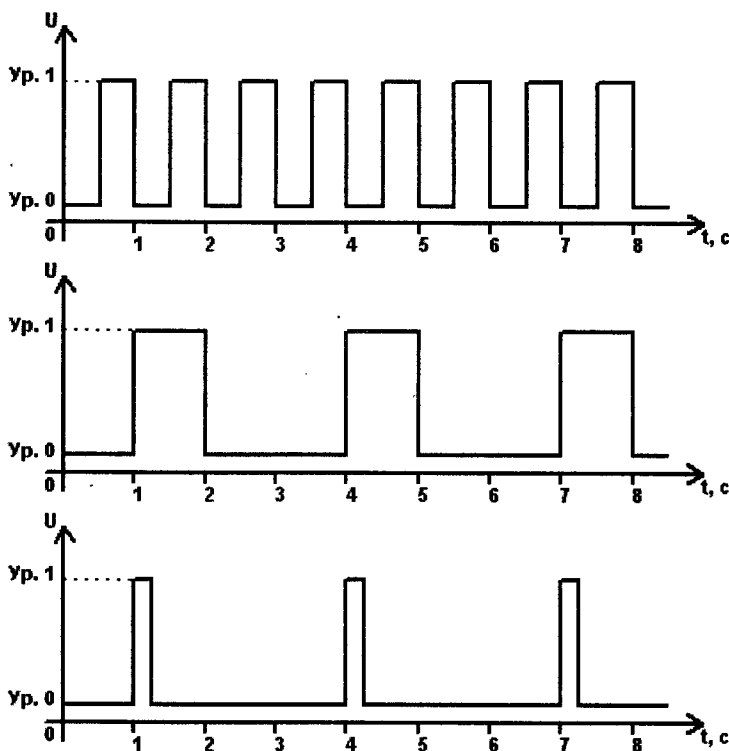

Рис. 2
**Режим "Измерение частоты"** – сформированные прямоугольные импульсы с блока A2 подаются в A1.1, на который с устройства управления A1.2 поступают секундные импульсы в первую из каждых трех секунд (рис. 2б), которые открывают ключевой каскад A1.1, в результате чего входной сигнал с формирователя (A2) приходит на счетчик A4.1. В момент фронта импульсов, управляющих ключевым каскадом, формируются короткие импульсы сброса (рис. 2в), устанавливающие счетчик в нулевое состояние. После этого счетчик подсчитывает число импульсов входного сигнала за секунду, т.е. его частоту. Далее цикл измерения повторяется.
В качестве ключевого каскада (А1.1) используется логический элемент DD3.1. Устройство управления (А1.2) включает в себя счетчик с дешифратором – DD2 и инверторы DD3.2, DD3.3. На вход С счетчика поступают секундные импульсы (рис. 2а), а с выхода сигнал инвертируется элементом DD3.2 (рис. 2б) и через переключатель SB3.1 управляет ключевым каскадом. Кроме того, дифференцирующая цепь C9, R13 и элемент DD3.3 формируют из него импульсы сброса (рис. 2в), которые действуют на счетчики DD5...DD9 (А4.1), через переключатель SB3.1 в режиме "Частота".